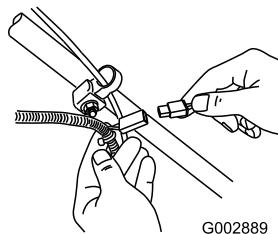

Figure 36
- Branchez le chargeur au faisceau de câblage de la tondeuse situé sous la clé de contact (Figure 36).